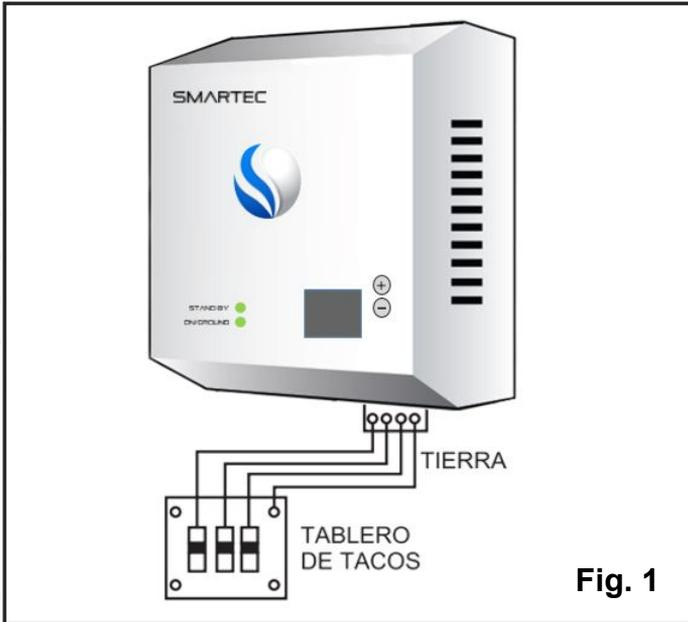

Fig. 1
- 1) Instale hasta el calentador tres líneas de alambre No. 10 (Fig. 1)